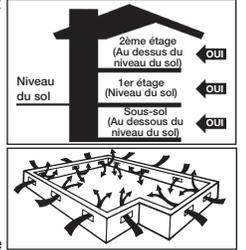

Figure 1
- Les vides sanitaires doivent se trouver à un minimum de 46 cm (18 po) entre le sol et le dessous des solives. Il est indispensable d'utiliser un pare-vapeur consistant en un tapis de sol en une pellicule de polyéthylène noire de 6 à 20 mils dont les joints se chevauchent sur 15 cm (6 po) et sont fixés au moyen de ruban adhésif résistant à l'humidité. Le pourtour du vide sanitaire doit être pourvu d'un périmètre de ventilation équivalent à 1,5 % de la surface au minimum. Les événements doivent être correctement placés de façon à assurer une ventilation transversale (figure 1).